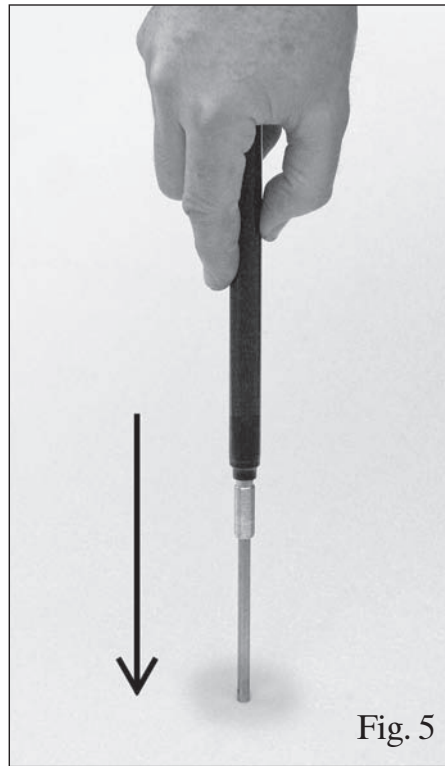

Fig. 5
10. Exercez une pression sur la tige du piston (3) pour la faire entrer dans le cylindre refroidi (1) en vous appuyant contre une table ou sur le sol (voir fig. 5)